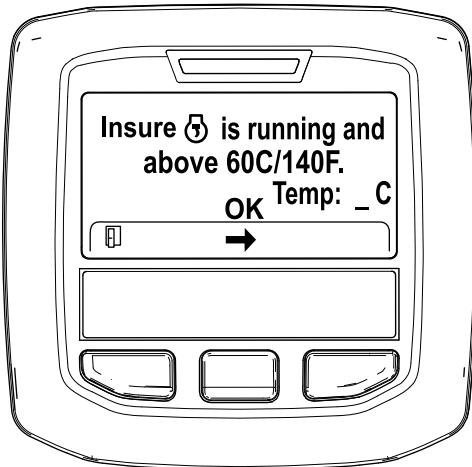

Bild 40
5. Wenn die Kühlmitteltemperatur unter 60°C liegt, wird die Meldung „Insure is running and above 60C/140F“ angezeigt (Bild 40).